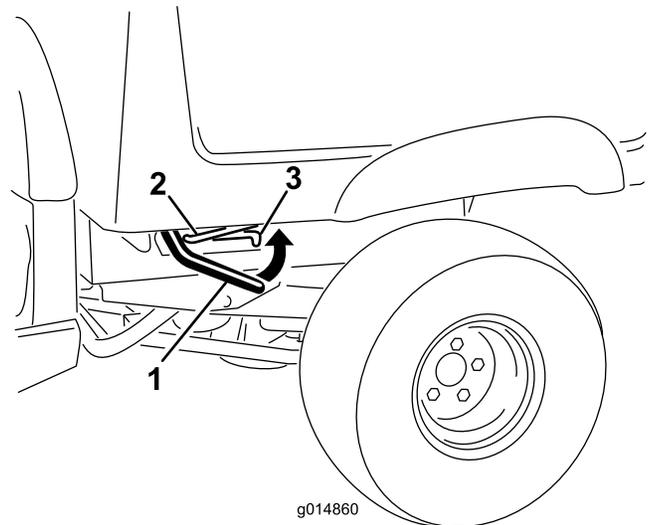

Figura 14
2. Com a alavanca em cada um dos lados, levante a caixa (Figura 14).
3. Prenda a caixa com a barra de apoio na ranhura de bloqueio (Figura 14).